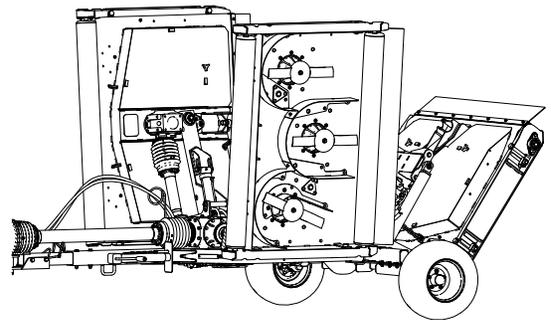

図 63
2. デッキを上昇させてロックし、エンジンを停止し、キーを抜き取る 図 63。